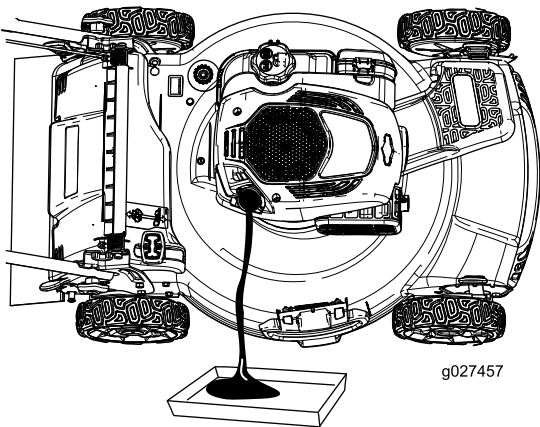

Figure 28
- 4. Inclinez la machine sur le côté (filtre à air en haut) pour vidanger l'huile usagée par le tube de remplissage (Figure 28).